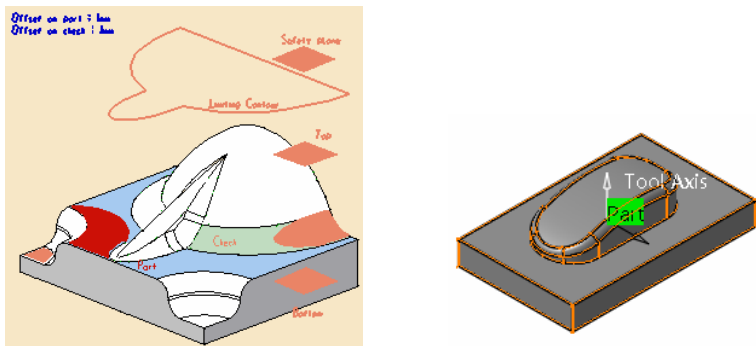

图 3-47 定义加工区域 (3)
- 定义加工区域 (3)。单击“Contour-driven.1”对话框中的, 切换到几何参数选项卡, 单击对话框中目标零件感应区, 选择整个目标加工零件作为加工对象, 如图 3-47 所示, 在空白处双击鼠标左键返回。